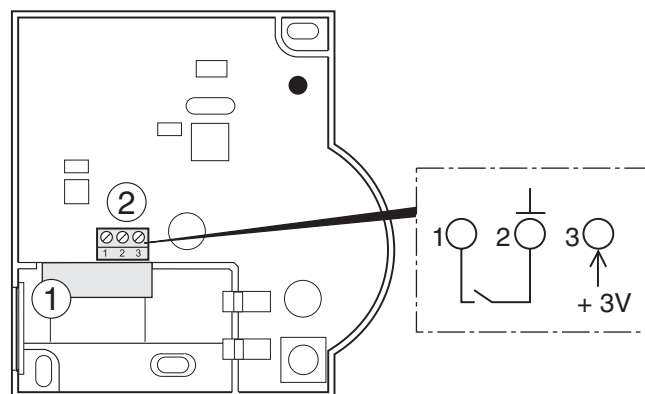

Figure 7: Raccordement de la source de courant externe (uniquement HCW 82)
- Introduisez le câble de sortie du bloc d'alimentation à travers l'ouverture du boîtier (1) (voir Figure 7) vers l'intérieur.
- Raccordez le câble de sortie à la borne (2) (voir Figure 7).
- ▶ Raccordez une sonde de détection avec contact libre de potentiel au HCW 82 (installation au raccordement 1 et au raccordement 2, voir Figure 7 (2), Page 13).